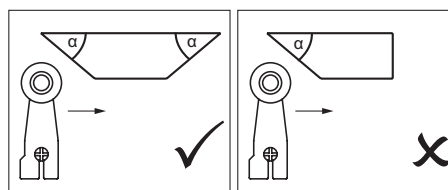

Bild 1: Nockenform
- ▶ Um ein Pellen des Betätigungselements zu verhindern muss der Nocken allmählich auslaufen (siehe Bild 1).